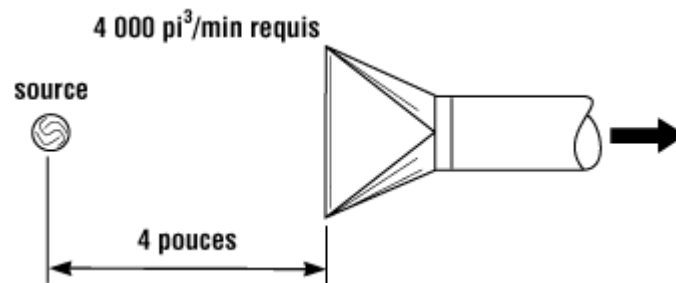

Figure 7
- La hotte doit être placée le plus près possible de la source de contamination et, de préférence, elle doit la confiner. Plus la source est entièrement confinée, moins grand sera l'apport d'air nécessaire pour la contrôler. Le débit d'air requis varie selon le carré de la distance séparant la hotte de la source, tel que le montre la figure 7.